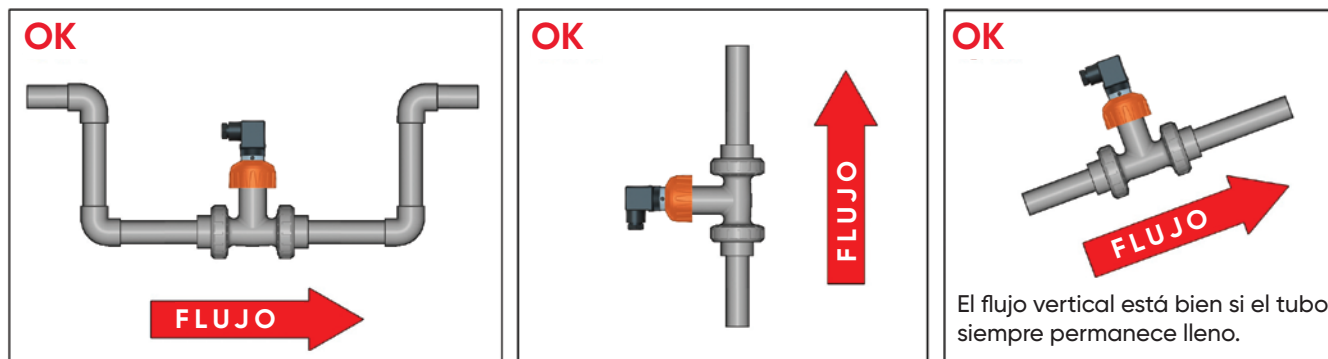

Fig. 2
- Las tres configuraciones mostradas en la **Fig.2** garantizan que el tubo esté siempre lleno: para una medición correcta el sensor NUNCA debe estar expuesto a burbujas de aire.